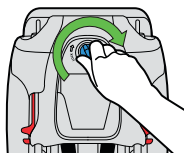

Figura 28
- Alinee el panel de acceso al arnés de los hombros con la abertura de la funda del respaldo del asiento y póngalo en su lugar. Para trabar el panel de acceso, gire el cierre del panel hacia la derecha, como se muestra en la **figura 28**.